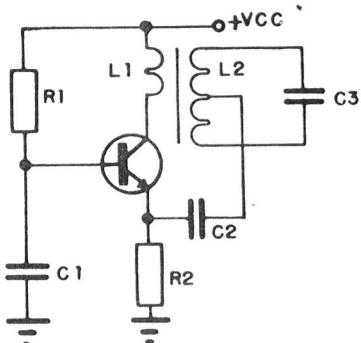

FIGURA 8
O circuito que descrevemos, como foi dito antes, se presta bem para freqüências elevadas; para a faixa de ondas médias, e mesmo ondas curtas (HF), se adota o circuito da **figura 8**, no qual foi utilizado acoplamento magnético entre o coletor do transistors oscilador e o circuito-tanque, sendo que a realimentação é parcialmente magnética e parcialmente capacitiva, já que é retirada de uma derivação no circuito-tanque (L2) e é aplicada ao emissor do transistors oscilador de um capacitor, C2, no diagrama da **figura 8** supra.
O circuito básico da **figura 8** é comumente utilizado, com modificações, como conversor em receptores AM, neste caso C1 é substituído pelo secundário da bobina de antenna, que é um curto-circuito para a freqüência de operação de oscilador local de um receptor, e em série com L1 encontramos o primário do 1º TFI, sendo que o circuito é dimensionado de forma a proporcionar o maior ganho possível em 455KHz, que é a FI de AM.